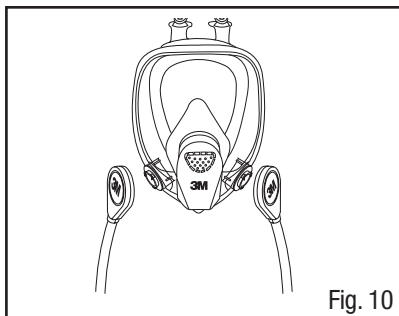

Fig. 10
1. Sostenga la pieza facial frente a usted, de modo que el logotipo de 3M quede mirando hacia usted. Alinee las dos derivaciones del tubo de respiración sobre los dos montajes tipo bayoneta en la pieza facial (Fig. 10). Para los Tubos de respiración 3M™ SA-1500 o SA-1600, asegúrese que el logotipo de 3M en el tubo de respiración y en la pieza facial de media cara queden mirando hacia usted. Para los Tubos de respiración 3M™ SA-2500 o SA-2600, asegúrese que el logotipo 3M en el tubo de respiración quede mirando en la dirección opuesta al logotipo 3M en la pieza facial.